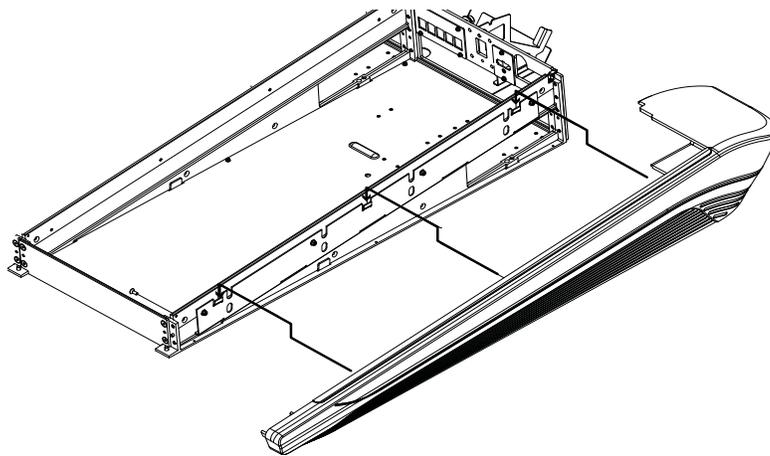

Figura 30. Fijación de la tapa lateral derecha (no se muestra el refuerzo transversal)
4 Asegúrate de que los cables de alimentación y Ethernet no interfieran, toma la tapa lateral derecha y fíjala a la placa de montaje respectiva, como se muestra en la Figura 30.
- 5 Desde el interior del chasis, utiliza otros cuatro tornillos Phillips de cabeza plana para fijar la tapa lateral derecha a la estructura, según se muestra en Figura 30.